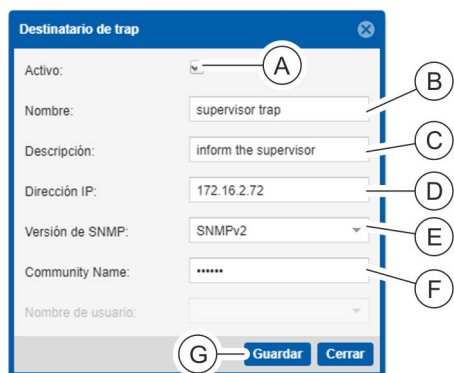

Fig. 141: Ventana "Destinatario de trap"
1. ➤ En la ventana "Destinatario de trap", haga clic en la casilla de verificación "Activo" (Fig. 141/Ⓐ) para activar el destinatario de trap.
2. ➤ Introduzca el nombre del destinatario de trap (Fig. 141/Ⓑ).
3. ➤ En caso necesario, introduzca una descripción (Fig. 141/Ⓒ).
4. ➤ Introduzca una dirección IP (Fig. 141/Ⓓ).
5. ➤ En el cuadro de selección, seleccione una versión de SNMP ("SNMPv1" o "SNMPv2") (Fig. 141/Ⓔ).
6. ➤ Introduzca el nombre de una comunidad (Fig. 141/Ⓣ).
7. ➤ Una vez introducidos los datos, cierre la ventana con el botón "Guardar" (Fig. 141/Ⓢ) para guardar la configuración en la PDU.